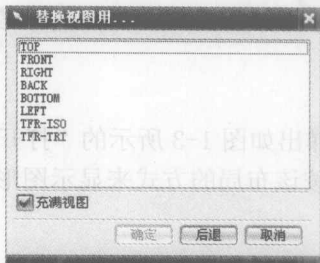

图 1-4 “替换视图用”对话框
- 选择【视图】→【布局】→【替换视图】下拉菜单或快捷菜单中的“要替换的视图”，弹出如图 1-4 所示的“替换视图用”对话框，该对话框用于替换布局中的某个视图。